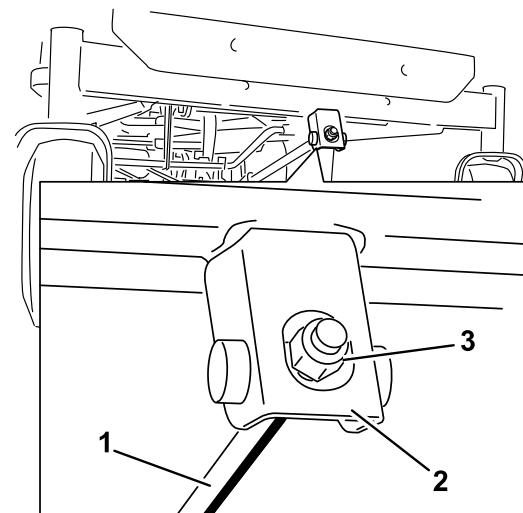

図 73
6. 調整は、デッキの前面にある前部ロックナットを回して行う図 73。